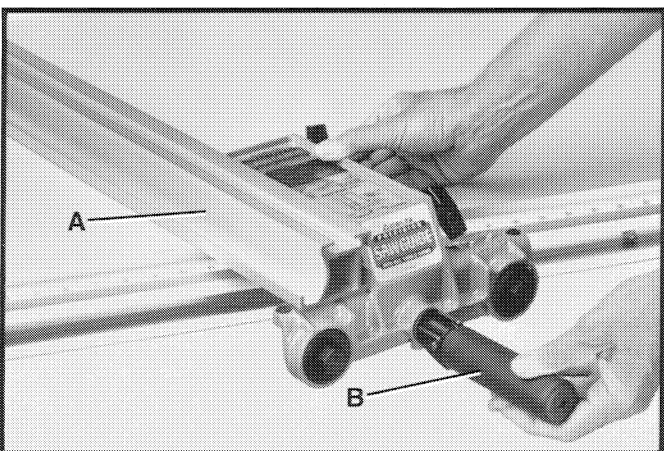

Fig. 74
6. Para quitar la guía y el montaje del cuerpo de la guía (A) Fig. 74 del riel de guía, levante la palanca de abrazadera de la guía (B) y gire la palanca a la posición de indentación izquierda. El montaje de la guía (A) puede ser desmontado del riel de guía y quitado, como se ilustra en la Fig. 74.